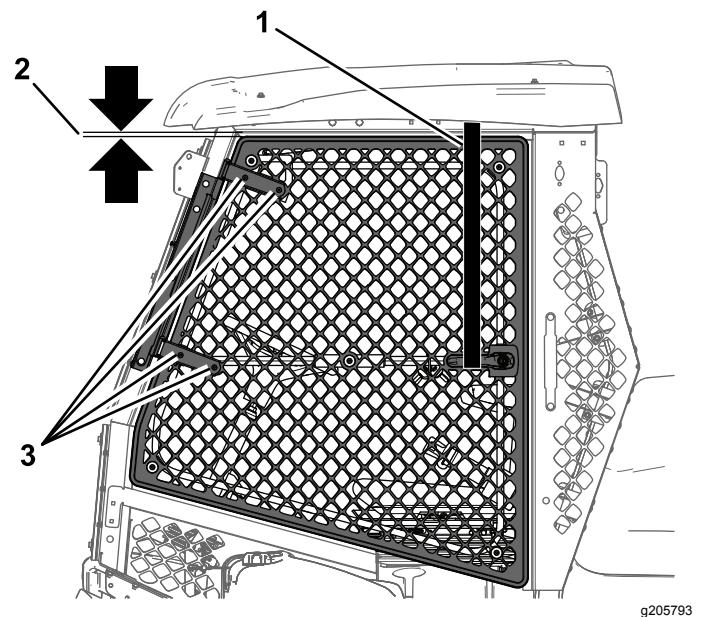

Figure 12
- Placez une extrémité de la sangle à cliquet sur le longeron de cadre supérieur et l'autre extrémité sur la poignée de porte (Figure 12).
- Desserrez les 4 boulons et les 4 écrous sur la charnière de porte (Figure 12).